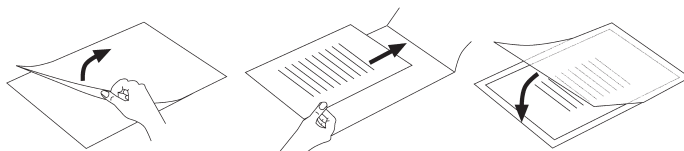

Fig. 2
- Asigurați-vă că folosiți o folie pentru laminare. Ridicați-o puțin înainte, după cum este prezentat ca exemplu în fig. 2.